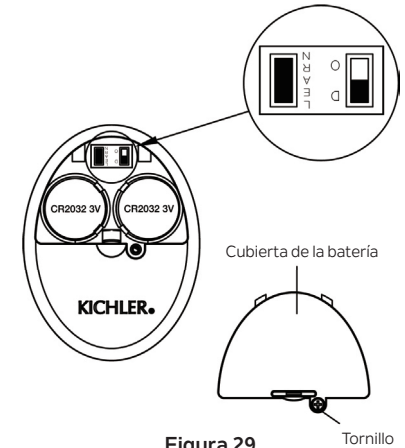

Figura 29
De lo contrario, el control remoto no funcionará. Para realizar este proceso manualmente, siga los pasos a continuación: Después de instalar y cablear la unidad, restaure la energía a su ventilador, presione y mantenga presionada la tecla LEARN (Aprender) durante 1 y 3 segundos, el ventilador se encenderá a velocidad media y la luz (si está instalada) se encenderá. Esto confirma que se ha completado el proceso de aprendizaje. Esta operación debe completarse dentro de los 30 segundos después de restaurar la energía al ventilador. (Figura 29)
NOTA: Asegúrese de que el interruptor deslizable en el compartimiento de la batería marcado "D O" esté en la posición "D". (Figura 29)
Paso 4. Vuelva a colocar la cubierta de la batería y apriete con un destornillador. (Figura 29)